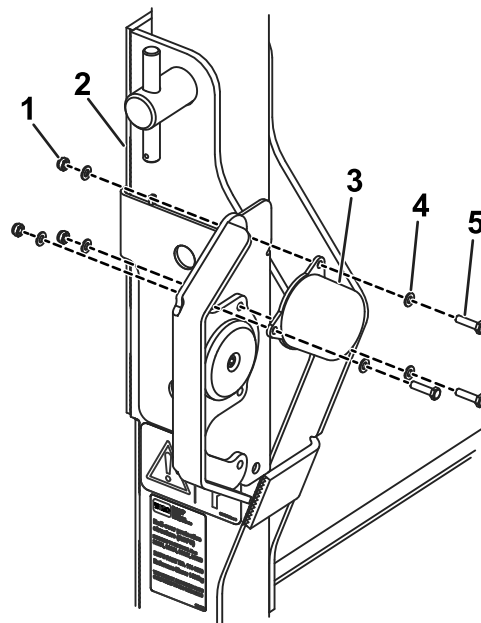

Figura 4
- Instale la luz de freno trasera roja y el intermitente trasero ámbar en la parte trasera del protector del faro con 3 tornillos de cabeza hexagonal (M5 x 20 mm), 6 arandelas (M5) y 3 contratuercas (M5; Figura 4).